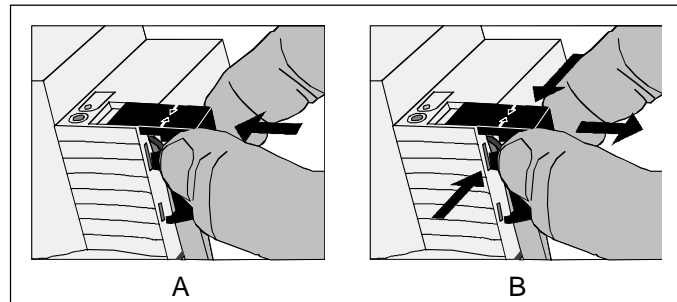

Fig. 2: Abdeckkappe anbringen / entfernen
- Abdeckkappe anbringen: Die Abdeckkappe wird über die Busklemme geschoben (vgl. Fig. 2-A), bis sie spürbar einrastet.
- Abdeckkappe entfernen: Die Abdeckkappe wird entfernt, indem sie seitlich leicht eingedrückt und nach vorne abgezogen wird (vgl. Fig. 2-B).